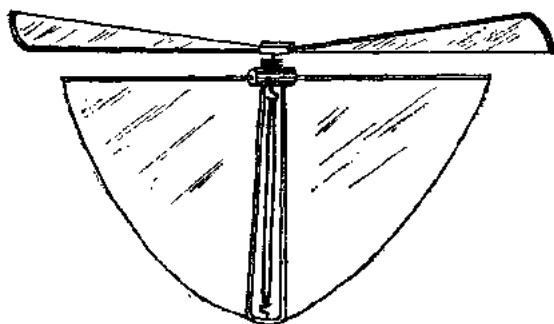

图 5
4. 装配：把刚才做好的螺旋桨骨架的长端蘸些胶水，插到插有“U”形铁丝的小木块两端的小孔内，并注意螺旋桨骨架面与小木块的水平面成 $30\sim 40^\circ$ 角（图 5），在螺旋桨的铁丝上穿二、三片塑料片或小玻璃珠以减少摩擦，让细铁丝再穿过细竹管的小孔，然后将铁丝弯成小钩。在机身下部也装一只尾钩，然后在小钩上用两根橡筋和尾钩连起来，再在螺旋桨和机身上糊上薄纸，这样模型直升机就做成了（图 5）。
3. 垂直尾翼：用 45×45 [毫米]² 泡沫塑料，照图4中垂直尾翼式样画下，然后照样用削刀切下，按图5所示垂直尾翼剖面形状用细砂皮砂光。